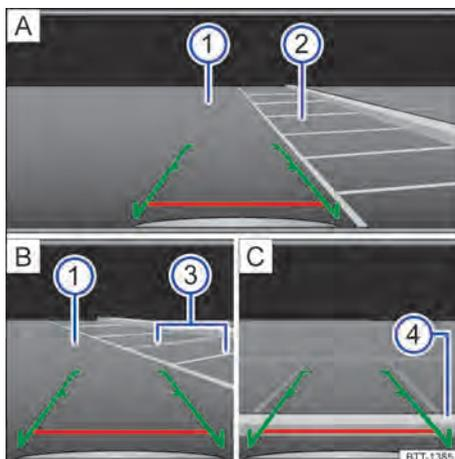

Fig. 106 Exibição do display do sistema do rádio: estacionar com a câmera de marcha a ré.
Legenda para Fig. 106:
- Posicionar o veículo na frente da vaga de estacionamento → Fig. 106 ② A.
- Conduzir para trás lentamente e manobrar de modo que as guias verdes laterais conduzam entre as linhas de delimitação da vaga de estacionamento delimitada ② [A].
- Alinhar o veículo na vaga de estacionamento selecionada de modo que as guias verdes laterais fiquem em cima das linhas de limitação lateral ③ [B].
- Parar o veículo, quando a linha vermelha atingir a limitação traseira ④ [C].